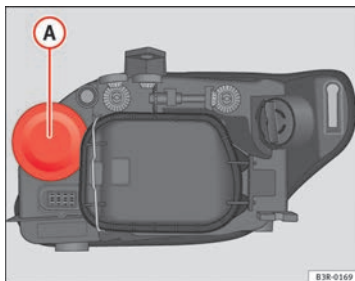

Abb. 205 Glühlampe für Blinklicht
- Nehmen Sie die Gummikappe ⇒ Abb. 205 durch Ziehen ab.